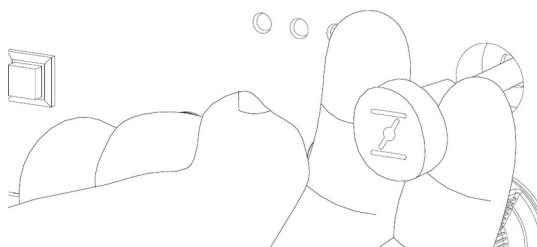

FIG. 6 — Estrangulador
- 3) Abra a válvula de respiro do tampão do depósito (3).
- 4) Rode o interruptor de combustível e motor (G) para a posição ON.
- 5) Com o motor frio, puxe o estrangulador (F) para fechar o ar (FIG. 6). Com o motor quente não é necessário.